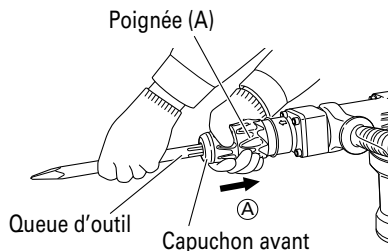

Fig. 2
- (1) Nettoyer la section de la queue de l'outil.
- (2) Comme indiqué sur la Fig. 2, tirer sur la poignée (A) dans le sens (A), et insérer l'outil dans l'un des orifices du capuchon avant.
- (2) Libérer la poignée (B) et tourner l'outil, et vérifier qu'il est bloqué à fond.
Comme indiqué sur la Fig. 2, tirer sur la poignée (A) et sortir l'outil.